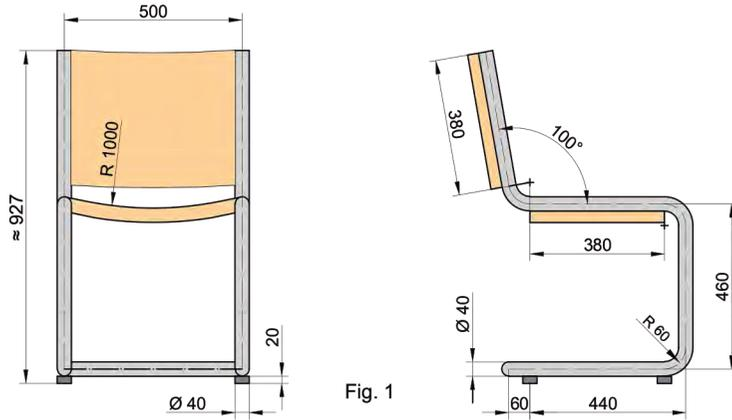

Fig. 1
- Se prolonga una arista vertical (eje **e**) y se cambia el SCP al plano diagonal de dicha arista (fig. 1).